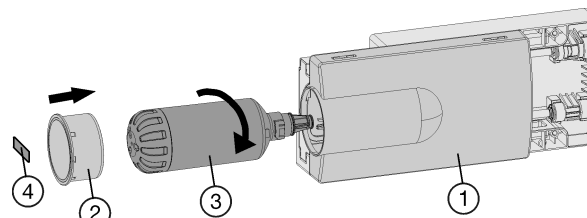

Fig. 8
- ▶ Mettre en place le filtre à eau Fig. 8 (3) à eau puis le tourner d'env. 100° vers la droite jusqu'à la butée.
- ▶ Insérer le tiroir Fig. 8 (1).
- ▶ Poser le couvercle du filtre Fig. 8 (2).
- ▶ Inscire la date du dernier remplacement sur l'autocolant Fig. 8 (4) fourni puis le coller sur le module.